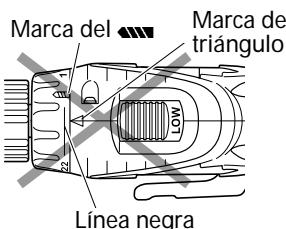

Fig. 17
- Evite usar la unidad con el número del dial del embrague entre "22" y la línea provista en el medio de la marca del taladro "■■■". Si lo hiciera, se podrían producir daños (Consulte la Fig. 17).